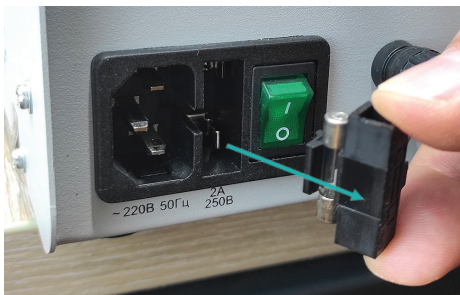

Рисунок 13 – Извлечение держателя предохранителя
3.2.3. Извлечь держатель предохранителя (рисунок 13).